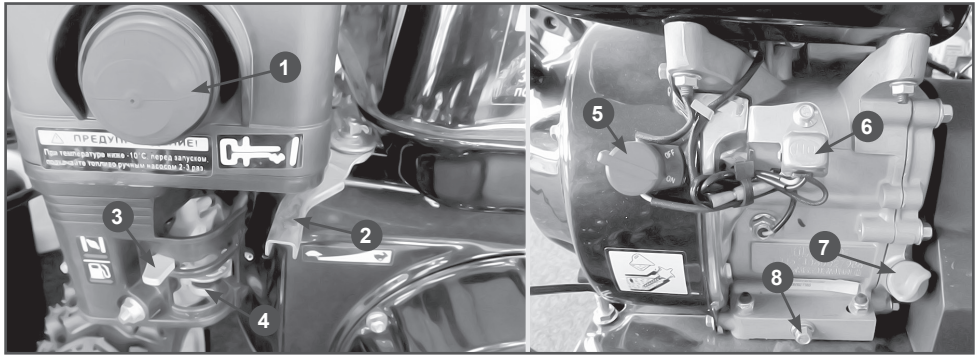

Рис.7 Основные узлы и органы управления двигателем
1. Откройте топливный кран (4) Рис.7, переместив рычаг топливного крана в крайнее правое положение.
- При запуске холодного двигателя установите рычаг воздушной заслонки (3) Рис.7 в положение закрыто (крайнее левое положение). Запуск теплого двигателя производите при открытой заслонке.
- Отодвиньте рычаг газа (2) Рис.7 на 1/3 влево к положению быстро.
- Нажмите на праймер подкачки топлива (1) Рис.7 три раза. При запуске теплого двигателя праймер нажимать не надо.
- Установите выключатель (5) Рис.7 в положение ON.